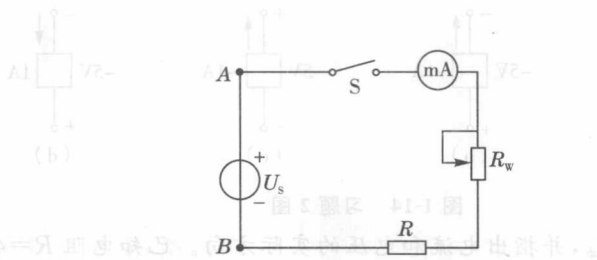

图 1-17 电源特性的测试
- (1) 实训器材：干电池 2 节(或 5V 直流稳压源 1 台)，可变电阻器 470Ω 1 只，灯泡 1 只(或 200Ω 电阻 1 只)，50mA 电流表 1 只，万用表 1 只，导线若干。
- (2) 实训电路如图 1-17 所示(U_s 为 5V 直流电源， R 为 200Ω 电阻， R_w 为 470Ω 的电位器)。